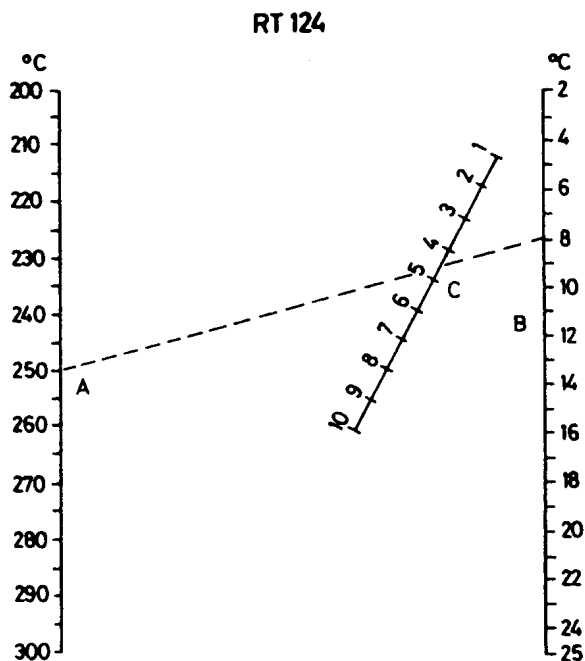

Fig. 5a
- Demontati capacul termostatului si pozitionati tamburul la valoare aleasa pentru diferential (oprirea arzatorului) in functie de diagrama din Fig. 5a. Diferentialul se aduna la valoarea fixata de la punctul a.